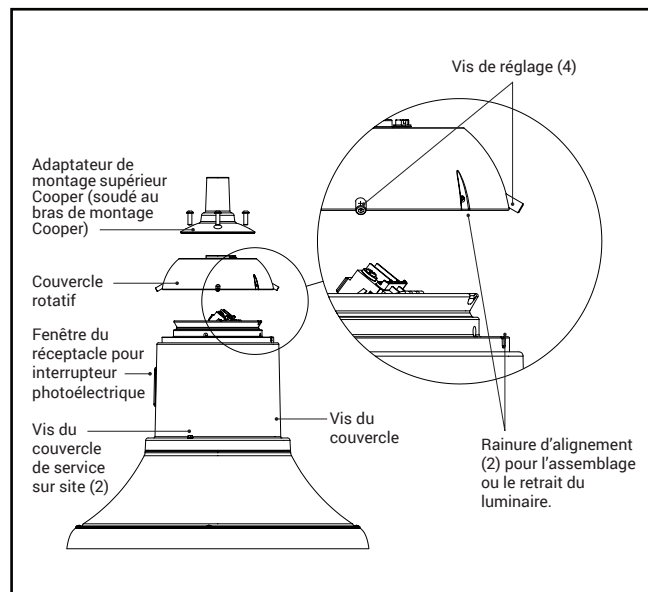

Figure 2.
2. Retirez le couvercle rotatif du luminaire en vissant les quatre (4) vis de réglage à 6,35 mm (¼ po) de saillie du couvercle rotatif. Tournez le couvercle rotatif de manière à ce que les rainures s'alignent. Soulevez le couvercle rotatif hors du luminaire (Figure 2).
3. Fixez le couvercle rotatif à l'adaptateur de montage du bras Cooper Lighting à l'aide des quatre (4) vis fournies. Serrez les vis à un couple de 4,5 Nm (40 po-lb). Si le luminaire est commandé avec des options de montage UU ou UA, consultez la feuille d'instructions du fabricant applicable pour les détails de montage.
8. Soulevez le luminaire jusqu'au couvercle rotatif et alignez les rainures (Figure 2). Faites pivoter le luminaire de sorte à NE PAS aligner les rainures et d'orienter la flèche « Street Side » (étiquette au bas du luminaire) vers le côté rue.